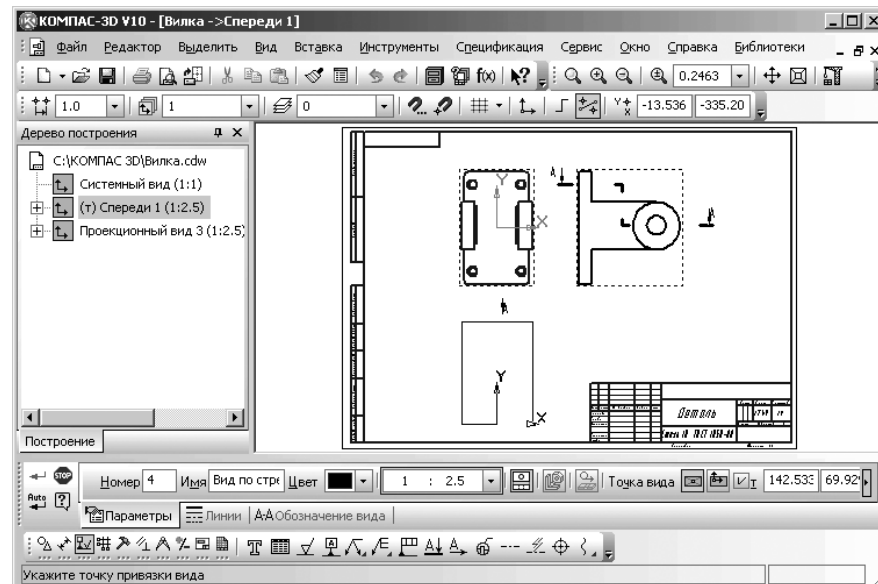

Рис. 4.133. Главное окно системы
- переместите указатель мыши на только-что построенную стрелку взгляда и, как только она изменит цвет на красный, щелкните мышью (рис. 4.133).